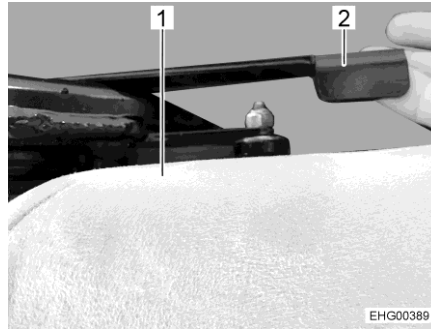

Bild 21 Rückenlehne, unterer Teil
- Hebel (Bild 21,2) unten am Sitz nach oben drücken.
- Unteren Teil der Rückenlehne (Bild 21,1) aufrecht stellen.